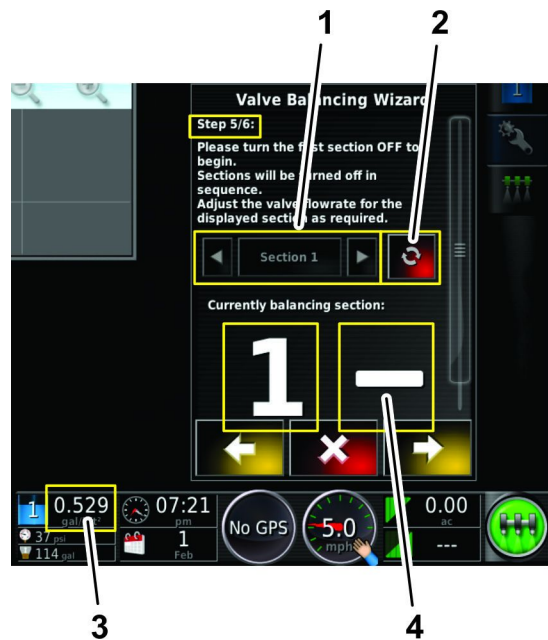

Рисунок 145
- Норма внесения для клапана секции слишком высокая (Рисунок 145).
- A. Нажмите на значок «Вкл./Выкл.» секции (Рисунок 145), чтобы выключить клапан секции (красный).